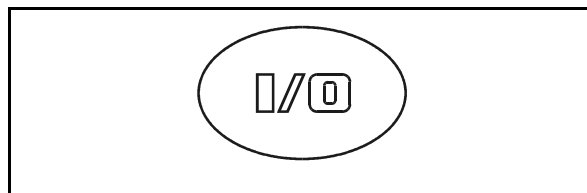

Fig. 6
IN (I) / UR (O) (Fig. 6). Med dessa kopplas manöverpanelen **AMATRON +** in och ur.